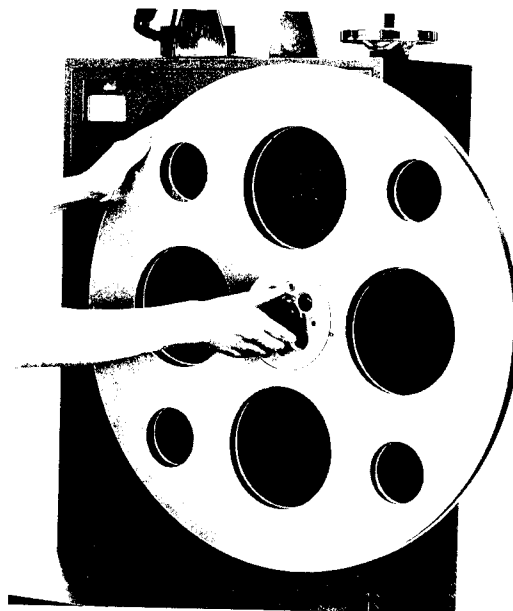

Fig. 14
g. Reel holding knob (Fig. 14)